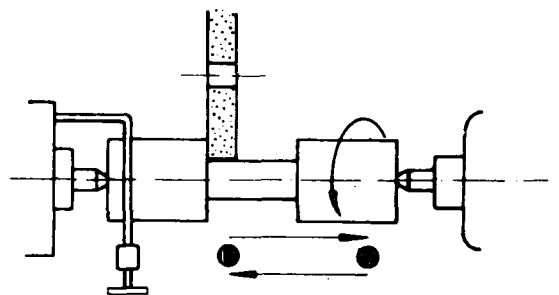

Fig. 3
2) Se o rebaixo não tiver canal de saída (fig. 3), deve-se fazê-lo de forma manual.